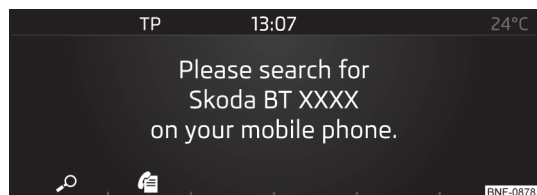

Fig. 109
- Se al dispositivo non è collegato **alcun** telefono, premere il tasto **PHONE** → » fig. 109.